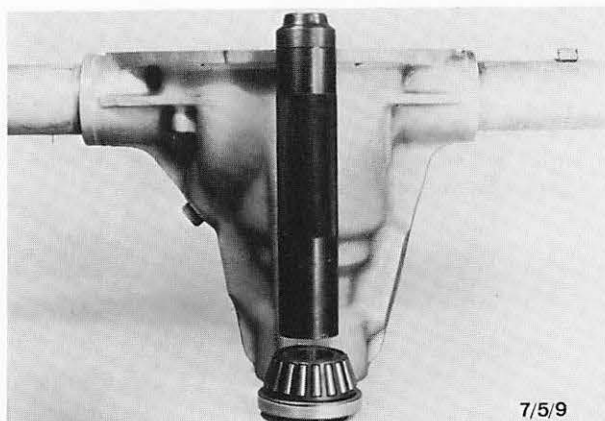

Abb. 55 Kleines Kegelrollenlager und Radialdichtring herausdrücken
6. Kleines Kegelrollenlager und Radialdichtring mit dem Spezialdorn 15-042 gleichzeitig aus dem Achsgehäuse entfernen. Abb. 55.